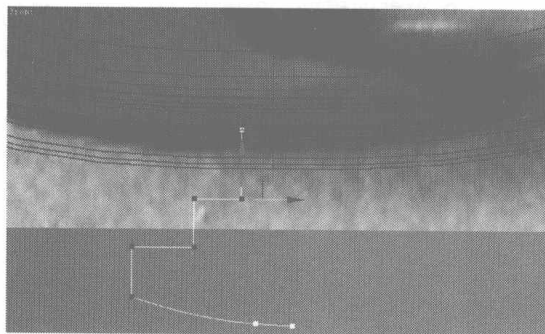
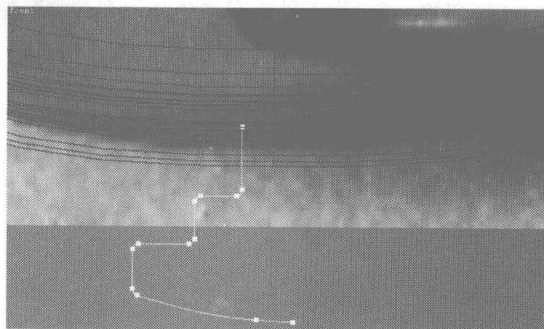

图 5.379
图 5.380
- 02 选择如图 5.379 所示的点，在 **Fillet** 后面的复选框中设置参数为 8.0，给所选择的点添加拐角，如图 5.380 所示。